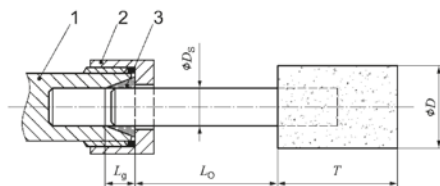

Fig. 1: Inspänningslängd från spännhylsa och spännhylsa
- Det tillåtna varvtalet för små slipstift måste reduceras för att kompensera för skaftlängden mellan spännhylsan och slipstiftet (överhäng). Kontrollera att minsta in-spänningslängden på 10 mm inte underskrids. (Se fig. 1 och rekommenderingen från tillverkaren av slipstiftet).